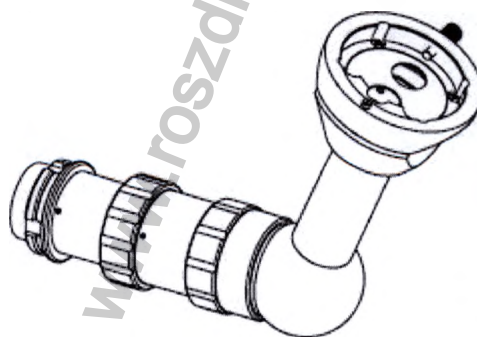

Рис. 25
13.4 Мост наблюдения для ассистента с наклонной головкой (рис.25)